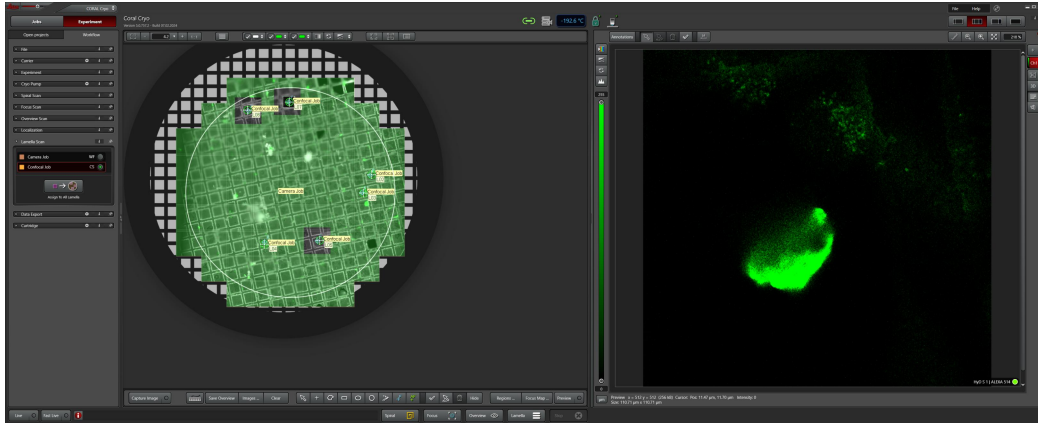
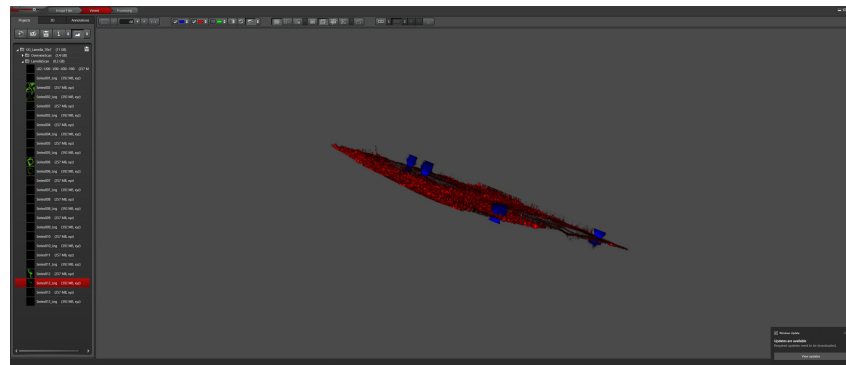

图 28
图 29
2. 若样品高度差别不大：先添加所有 **Lamella** 并找到各自焦面，为所有 **Lamella** 设置相同的 **Z-stack**；拖动放大镜按钮，确定当前滑块位置为 **Z-Stack** 中间位置。随后切换至 **Experiment** 界面，选择 **Lamella Scan**，选 **confocal job**，点击 **assign to all lamella**，点击右下角 **Lamella**（如图 28）；在弹出的对话框中输入 **Project** 名称（建议简洁），启动拍摄。拍摄完成后，点击右侧 **3D** 选项可查看三维图像（如图 29），并可调节参数以优化图像质量。